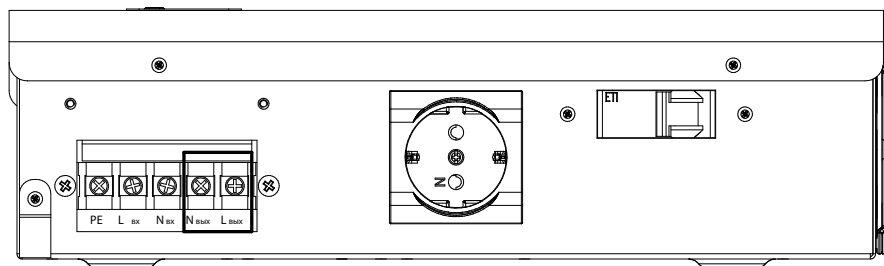

Рисунок 18.
9. Убедившись в отсутствии напряжения на выходе автоматических однофазных инверторных стабилизаторов напряжения, подключить нагрузку. Подключение нагрузки осуществляется у моделей ASIVS 350W, ASIVS 500W, ASIVS 800W, ASIVS 1000W, ASIVS 1500W и ASIVS 2000W к розетке, у моделей ASIVS 2500W, ASIVS 3000W и ASIVS 3500W к розеткам и к выводам «Выход N-L» (рисунок 18). Рекомендованное сечение кабеля для подключения нагрузки к выводам «Выход N-L» – $2,5 \text{ мм}^2$.